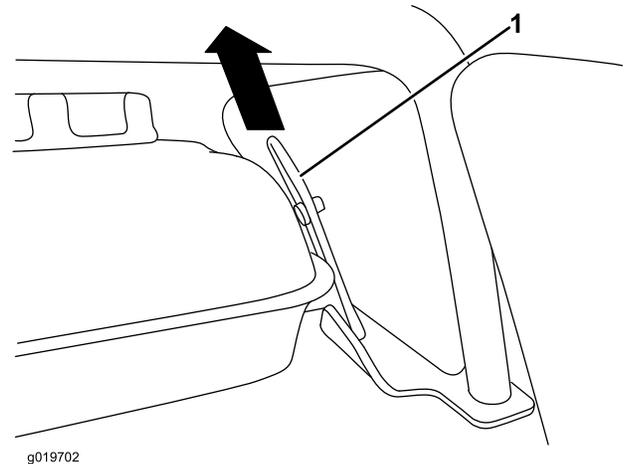

Figura 11
- Retire el depósito de agua del bastidor tirando hacia arriba del cierre elástico del depósito (Figura 11).